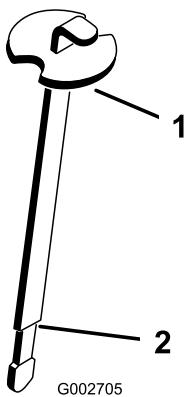

Figura 16
3. Retire la varilla del cuello de llenado y límpiala con un paño limpio. Inserte la varilla en el cuello de llenado; luego retírela y compruebe el nivel del aceite. El nivel de aceite debe llegar a la marca (la zona rebajada) de la varilla (Figura 16).